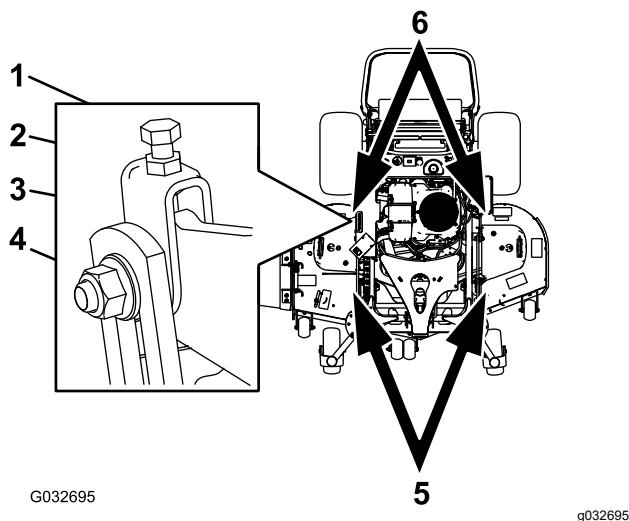

Figura 92
1. Afloje la contratuerca y el perno lateral de las horquillas que desea ajustar (Figura 92).
2. Gire el perno superior de las horquillas para ajustar la altura de la carcasa de corte (Figura 92).
5. Si la medida no es correcta, localice las dos horquillas en la máquina (Figura 92).